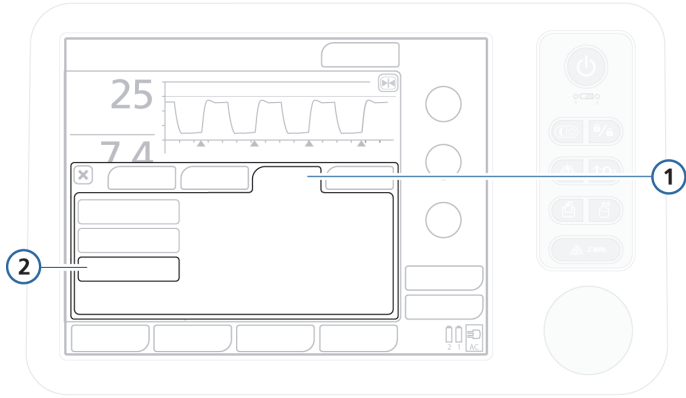

Figura 8-9. Guia Gráficos
2. Toque na guia **Gráficos**. Consulte a Figura 8-9.